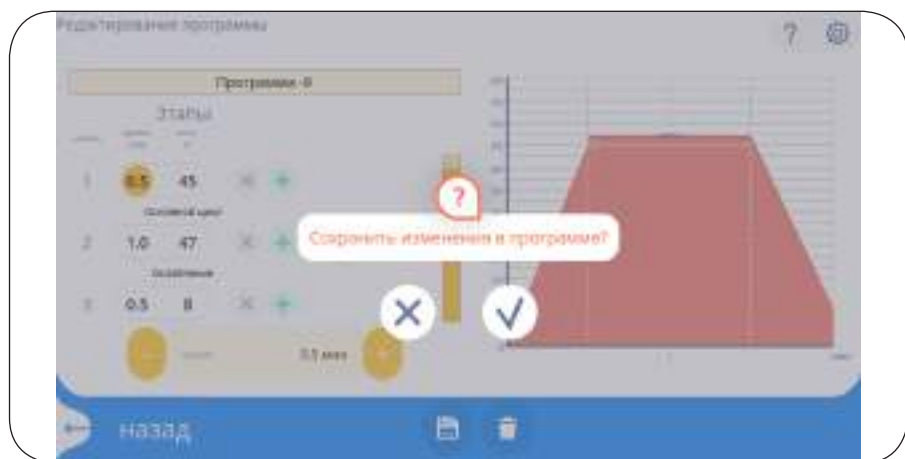

Рисунок 10
После завершения редактирования для сохранения параметров программы тренировки необходимо нажать на кнопку (6) в нижней части экрана. При этом на дисплее появится сообщение с запросом о подтверждении требуемого действия. Для подтверждения или отмены необходимо нажать на соответствующую иконку (см. рис. 10).